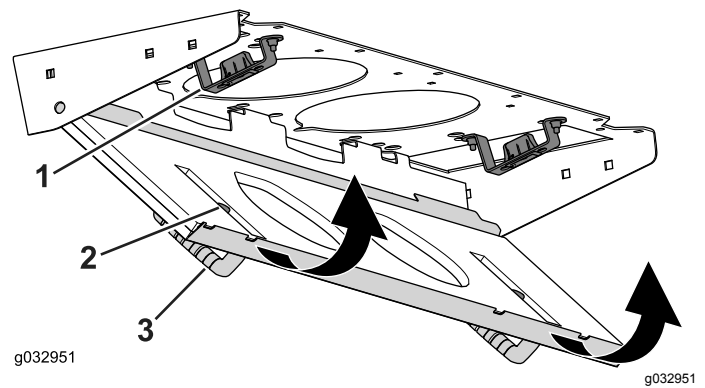

Figura 144
4. Gire la rejilla del filtro sobre las pestañas hasta que el resbalón se bloquee en el cerradero (Figura 144).